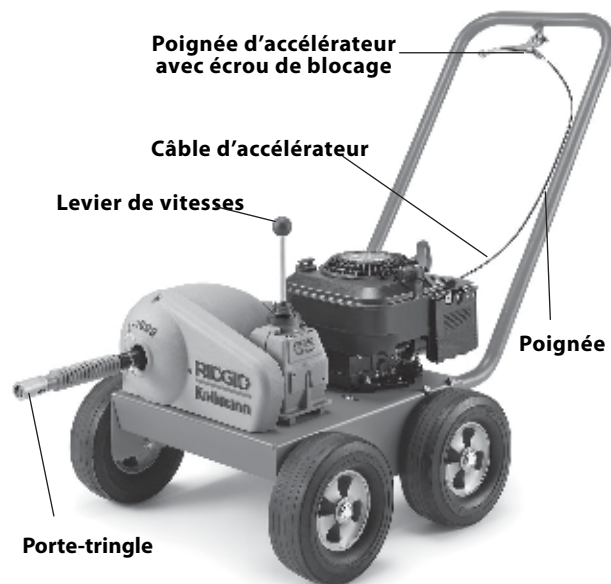

Figure 1
1. Introduisez les embouts de la poignée dans les manchons correspondants de l'embase et fixez-la à l'aide des deux boulons de $\frac{3}{8}$ po fournis (Figure 1).
8. Connectez la tringle au porte-tringle de la machine (Figure 1).